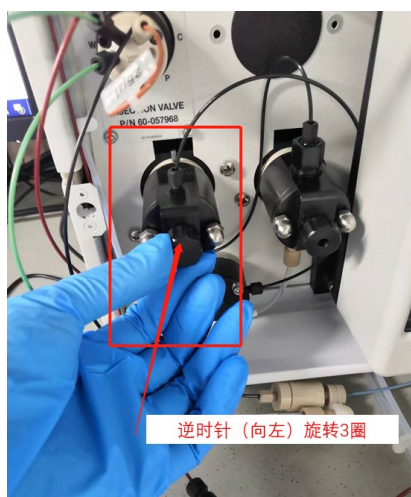

图 6-6
Step2. 打开仪器前面板，如图 6-6，逆时针旋转排空阀 3 圈，在软件上选择 Pump-ECD 模块，点击 Prime 进行充分灌注，灌注流速为 3 ml/min，一定要拧开排空阀，灌注时间
建议在 3-5 min。灌注结束，请参照图 6-6，顺时针拧紧排空阀。